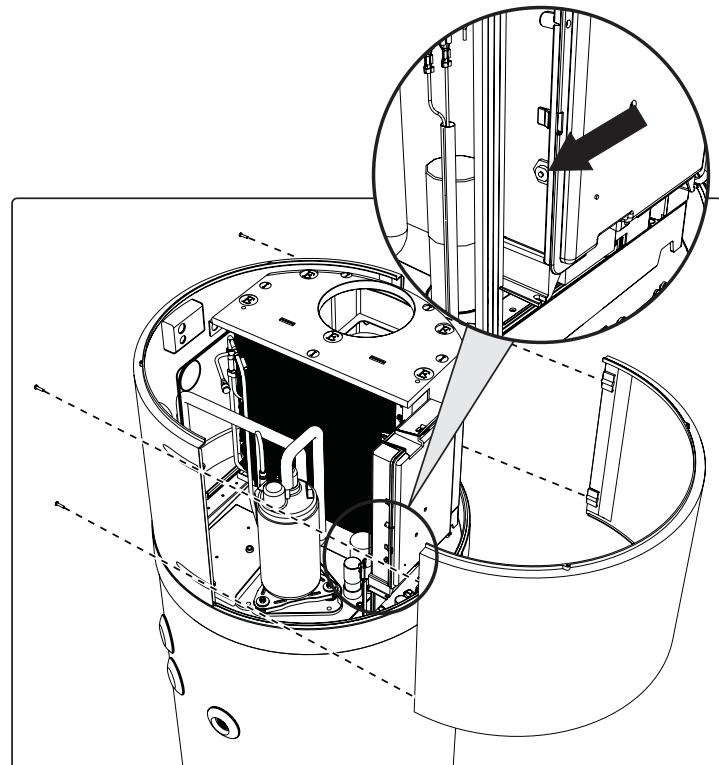

fig. 42 - Remoção do painel frontal
- Remova o painel frontal e restabeleça manualmente o termostato de segurança que interveio (fig. 42). Em caso de intervenção, o perno central do termostato sobressai em cerca de 2 mm.